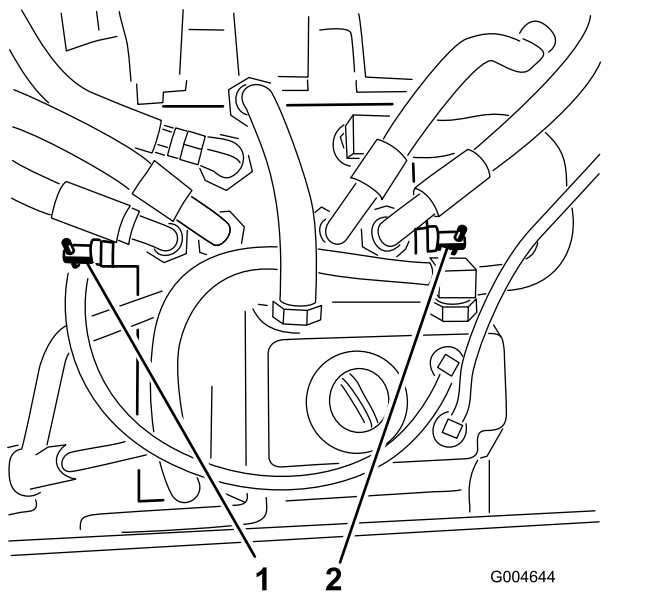

Bild 65
2. Ermitteln Sie die Sicherheitsventile (Bild 65) und drehen jedes Sicherheitsventil eine Umdrehung nach links.
4. Drehen Sie jedes Sicherheitsventil um eine Umdrehung nach rechts (Bild 65), um sie zu schließen.